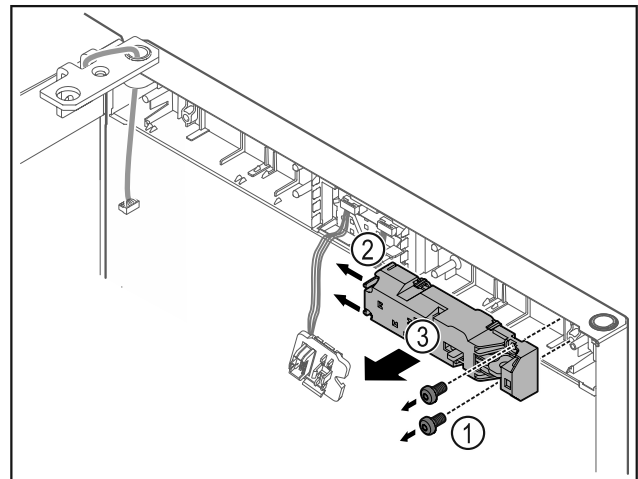

Fig. 21
- ▶ Schroeven Fig. 21 (1) verwijderen.
- ▶ Grendelnokken Fig. 21 (2) opzij drukken en afstandsslot Fig. 21 (3) verwijderen.